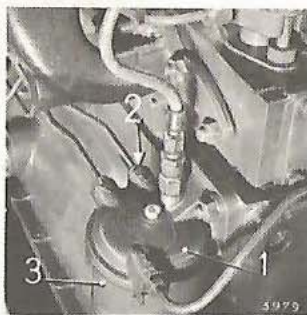

Fig. 8
— De 2 ou 3 tours le raccord (fig. 8) du tube de sortie du filtre.
- Le raccord sur filtre de combustible (fig. 8, rep. 2).